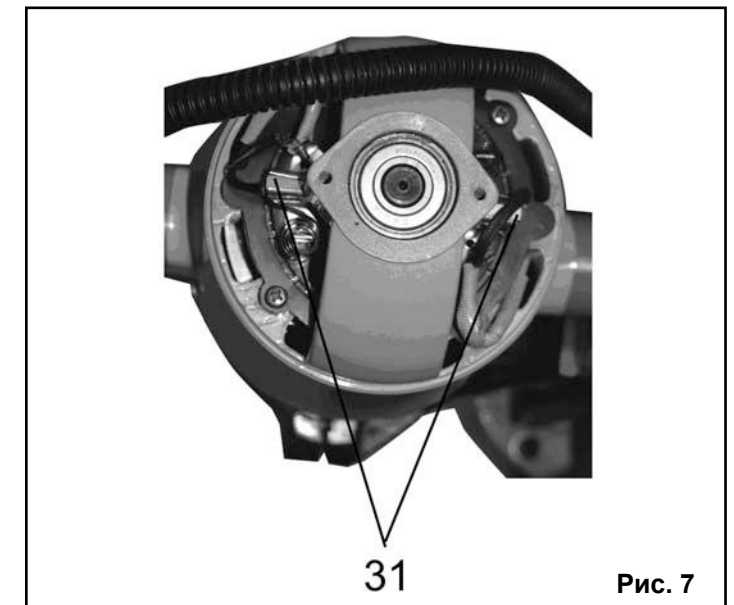

Рис. 7
10.2.2.Заменяйте угольные щетки (31), Рис.7, когда они изношены до 4,8 мм их длины. Щетки необходимо менять парами. Для безопасной и надежной работы станка помните, что ремонт, обслуживание и регулировка должны проводиться в условиях сертифицированных сервисных центров с использованием только оригинальных запасных частей и расходных материалов.